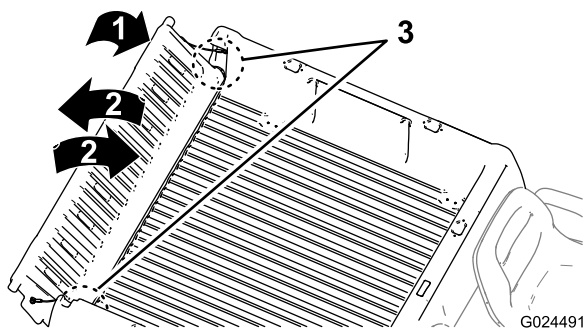

Figure 14
2. Faites pivoter le panneau arrière à environ 45° (Figure 14).
- Faites pivoter le panneau arrière d'avant en arrière en l'agitant légèrement quelques secondes (Figure 14).